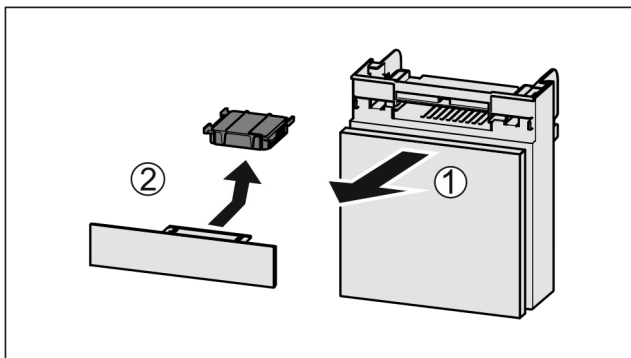

Fig. 148
- ▶ Estrarre il vano tirando in avanti Fig. 148 (1).
- ▶ Rimuovere il filtro a carboni attivi Fig. 148 (2).